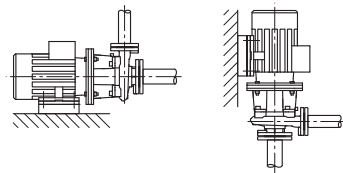
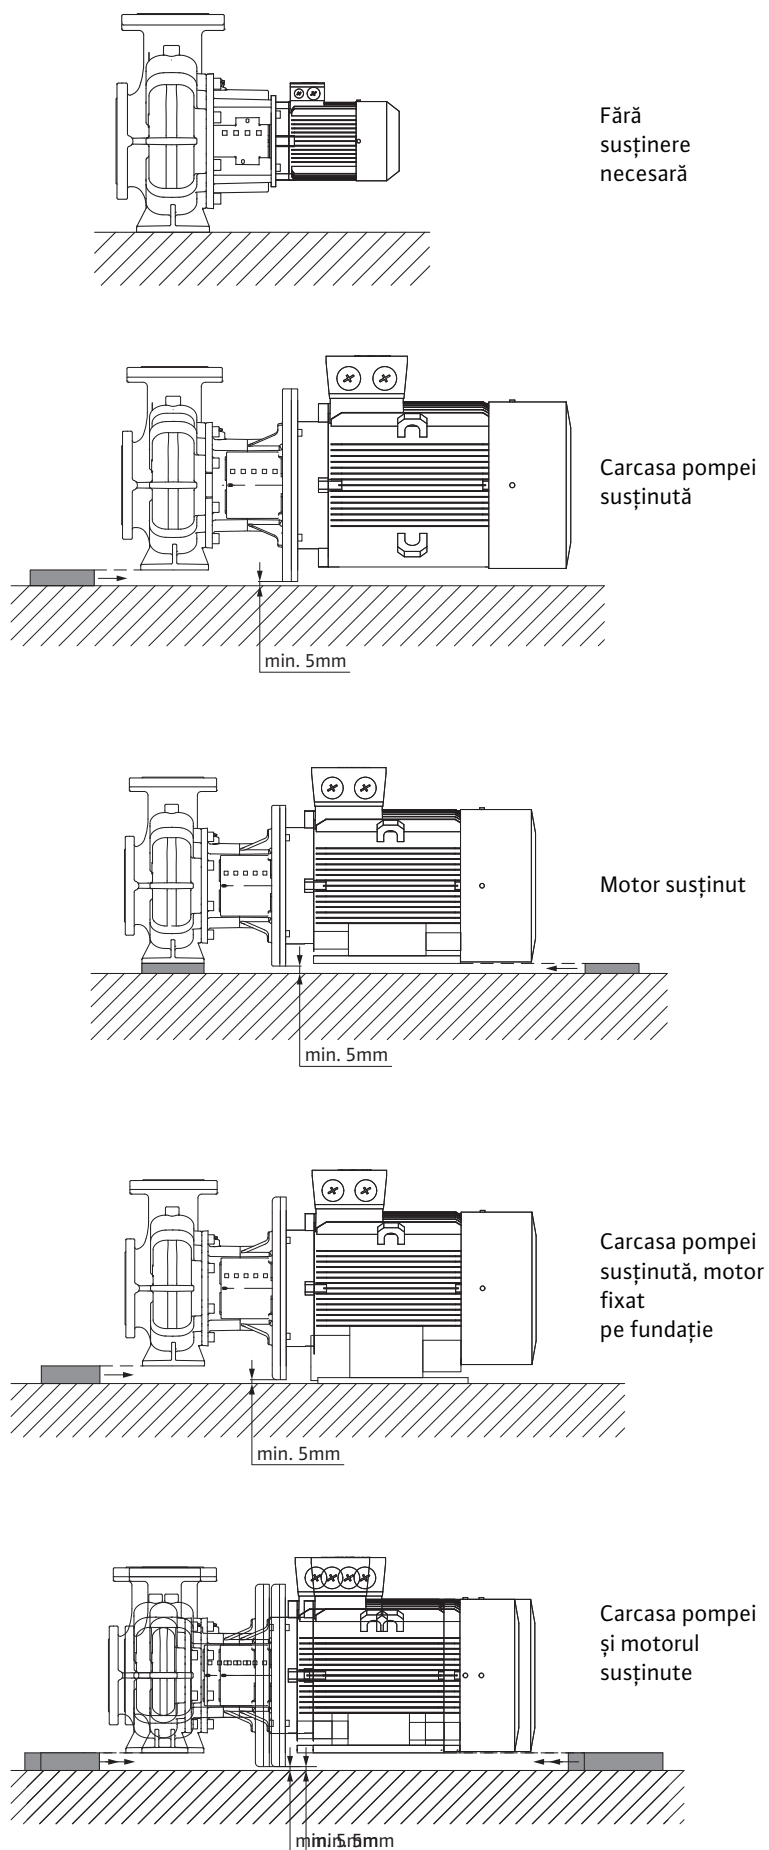

Fig. 41: Versiunea BL
Fig. 42: Modele de montare BL
- Pompele monobloc din seria constructivă BL trebuie amplasate pe fundații respectiv console suficiente (Fig. 41). La pompele de tip BL, motorul cu o putere începând de la 18,5 kW trebuie sprijinit, consultați exemplele de montare BL (Fig. 42).